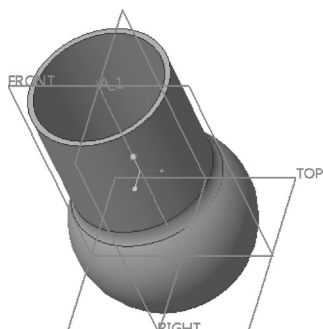

图 4-59 文件中的原始实体模型
1) 单击  (打开) 按钮, 弹出“文件打开”对话框。从随书光盘中的“CH4”文件夹中选择“bc_4_3_hjsm3a.prt”文件, 单击“打开”按钮。该文件中的原始实体模型如图 4-59 所示。